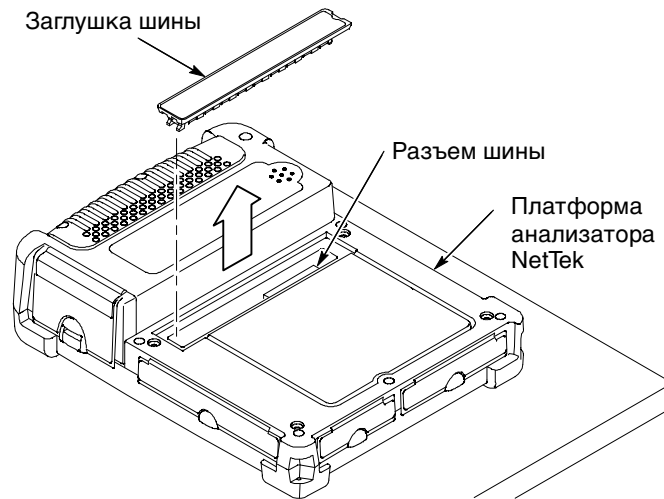

Рис. 1-4: Удаление заглушки шины
4. Удалите заглушку шины с обратной стороны Платформа анализатора NetTek или модуль прибора. См. рисунок 1-4.